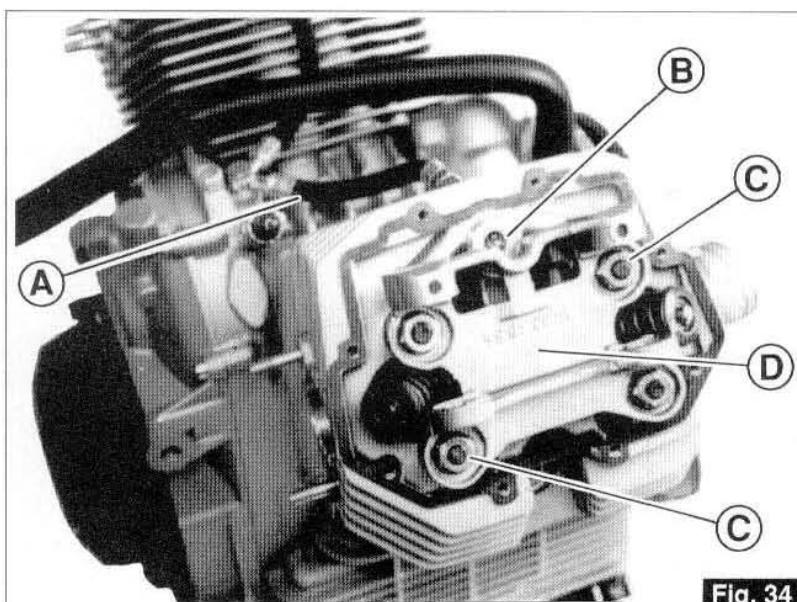

Fig. 34
- Débranchez le tube «A» de refoulement huile aux culasses; dévissez le bouchon fileté «B» et dévissez l'écrou à colonnette sous-jacent et les 5 écrous «C»; ôtez le support des culbuteurs «D» (Fig. 34).
– Die Leitung «A» der Ölzufluhr zu den Zylinderköpfen abnehmen, den Gewindeverschluß «B» aufschrauben, ebenso den darunterliegenden Schraubenbolzen und die 5 Muttern «C» aufschrauben; die Kipphebelhalterung «D» (Abb. 34) abnehmen.